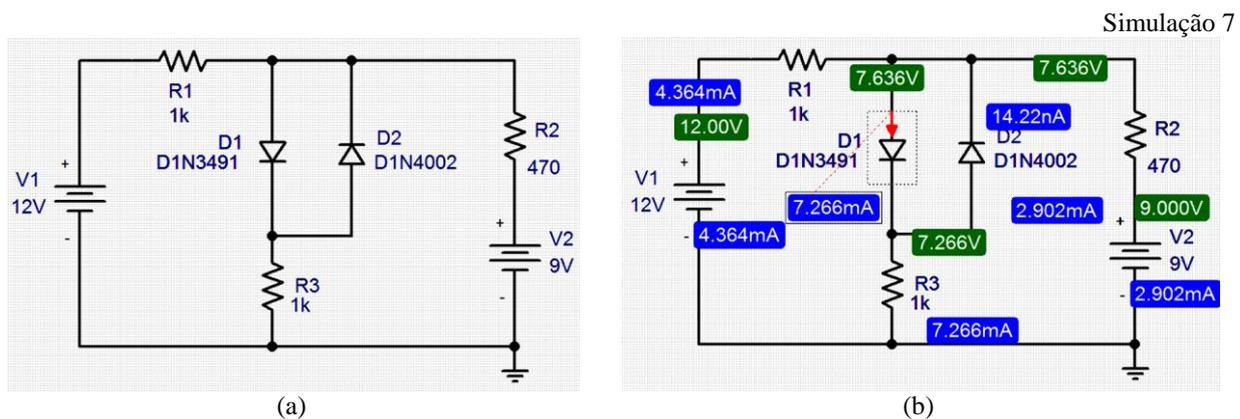

Figura 1.65 – (a) Circuito. (b) Resultados de simulação no PSpice.
A Figura 1.65 mostra uma simulação, onde dois diodos estão em paralelo. Pelos valores indicados das correntes, qual dos diodos está ligado (ON), D_1 ou D_2 ? Resp.: _____.